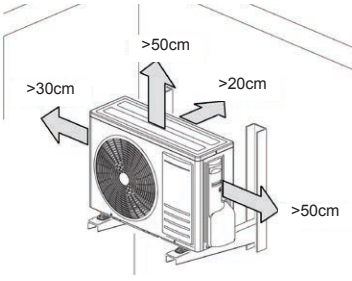
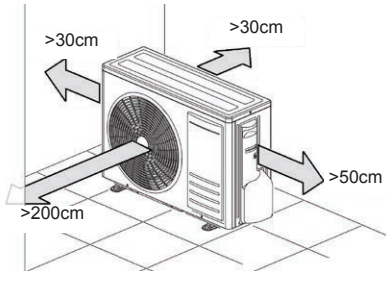

fig. 6 -
fig. 7 -
- Posizionarla rispettando le distanze minime da eventuali pareti, mobili o altro ("fig. 6 -" e "fig. 7 -").